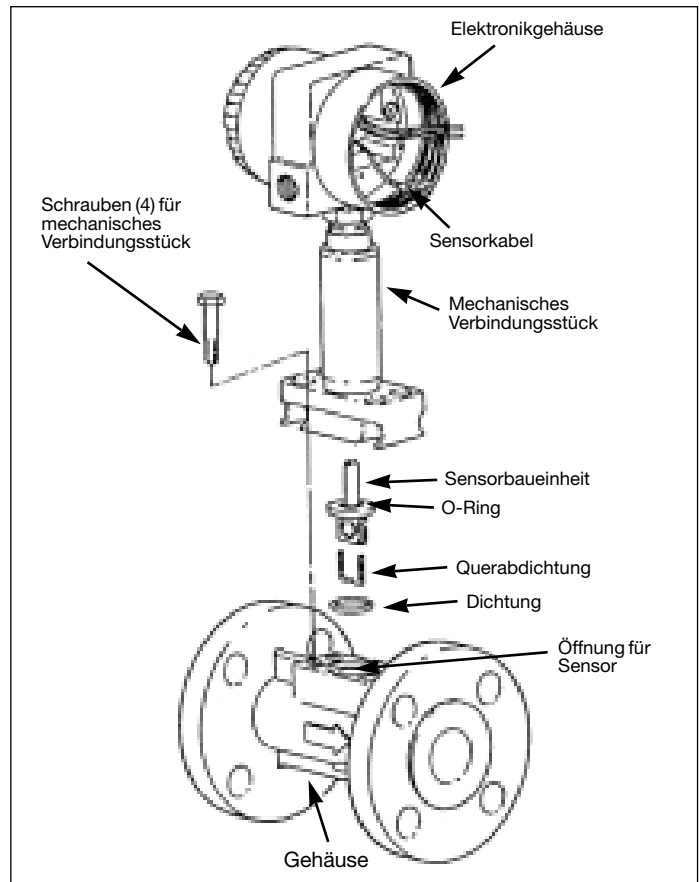

Abbildung 31. VFM 3100-Baueinheiten
- Sensorkabel vorsichtig durch das Loch im mechanischen Verbindungsstück schieben und langsam so weit aus dem Elektronikgehäuse ziehen, bis der Sensor das mechanische Verbindungsstück berührt. Siehe Abbildung 31.